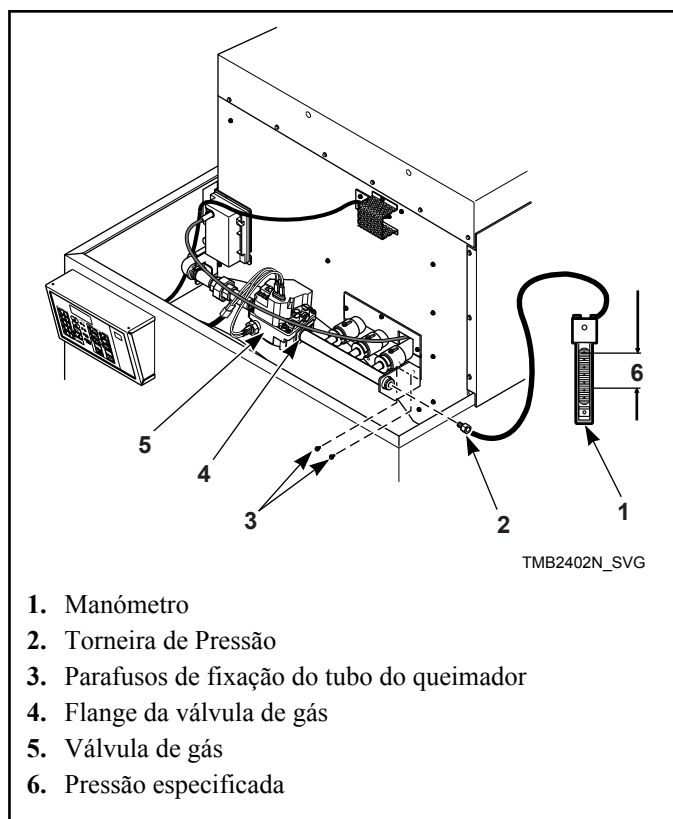

Figura 8
4. Inicie a máquina de secar e anote a pressão quando a chama estiver a arder. Remova a tampa do regulador e ajuste o parafuso do regulador até que a pressão do orifício do queimador por tabela aplicável seja atingida. Substitua a tampa do regulador. Consulte a *Figura 8*.
1. Verifique a pressão do orifício do queimador de gás (colector) do seguinte modo. Consulte a *Figura 8*.